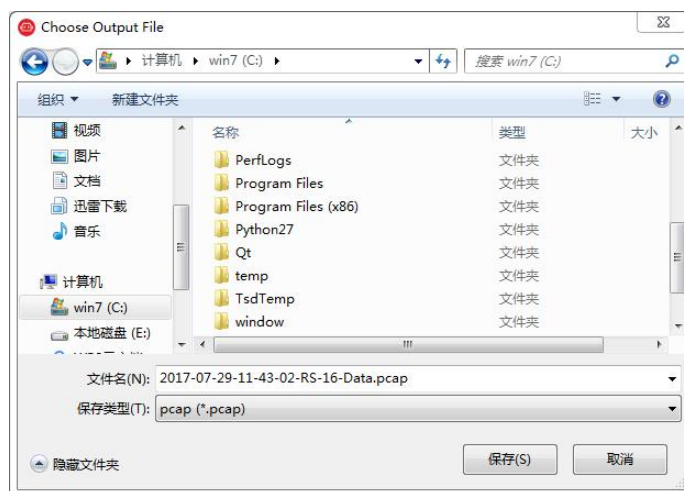

图 C-5 RSView 保存对话框
2. 在弹出的 **Choose Output File** 对话框中，选择需要保存的路径和保存的文件名后，点击“保存(S)”按钮(图 C-5)。RSView 将开始将数据包文件写入目标 pcap 文件中。(注意：RS-Helios-16P 将会产生大量的数据，随着记录时间变长，目标 pcap 文件将会变大。因此最好将记录文件保存到 HDD 或者 SSD 中，而不是保存到较慢的 USB 设备或者用网络保存)。